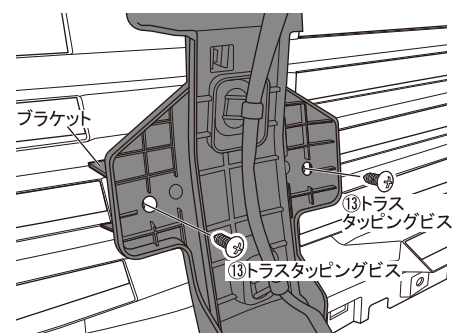

図12 ⑤カメラカバーの取付け
19. 図12を参照し、①フロントグリルの両面テープ貼付け面を洗浄脱脂し、⑰PACプライマーを塗布し十分に乾燥させた後、⑤カメラカバー裏側の両面テープの離型紙を剥がし、①フロントグリルに貼付けます。